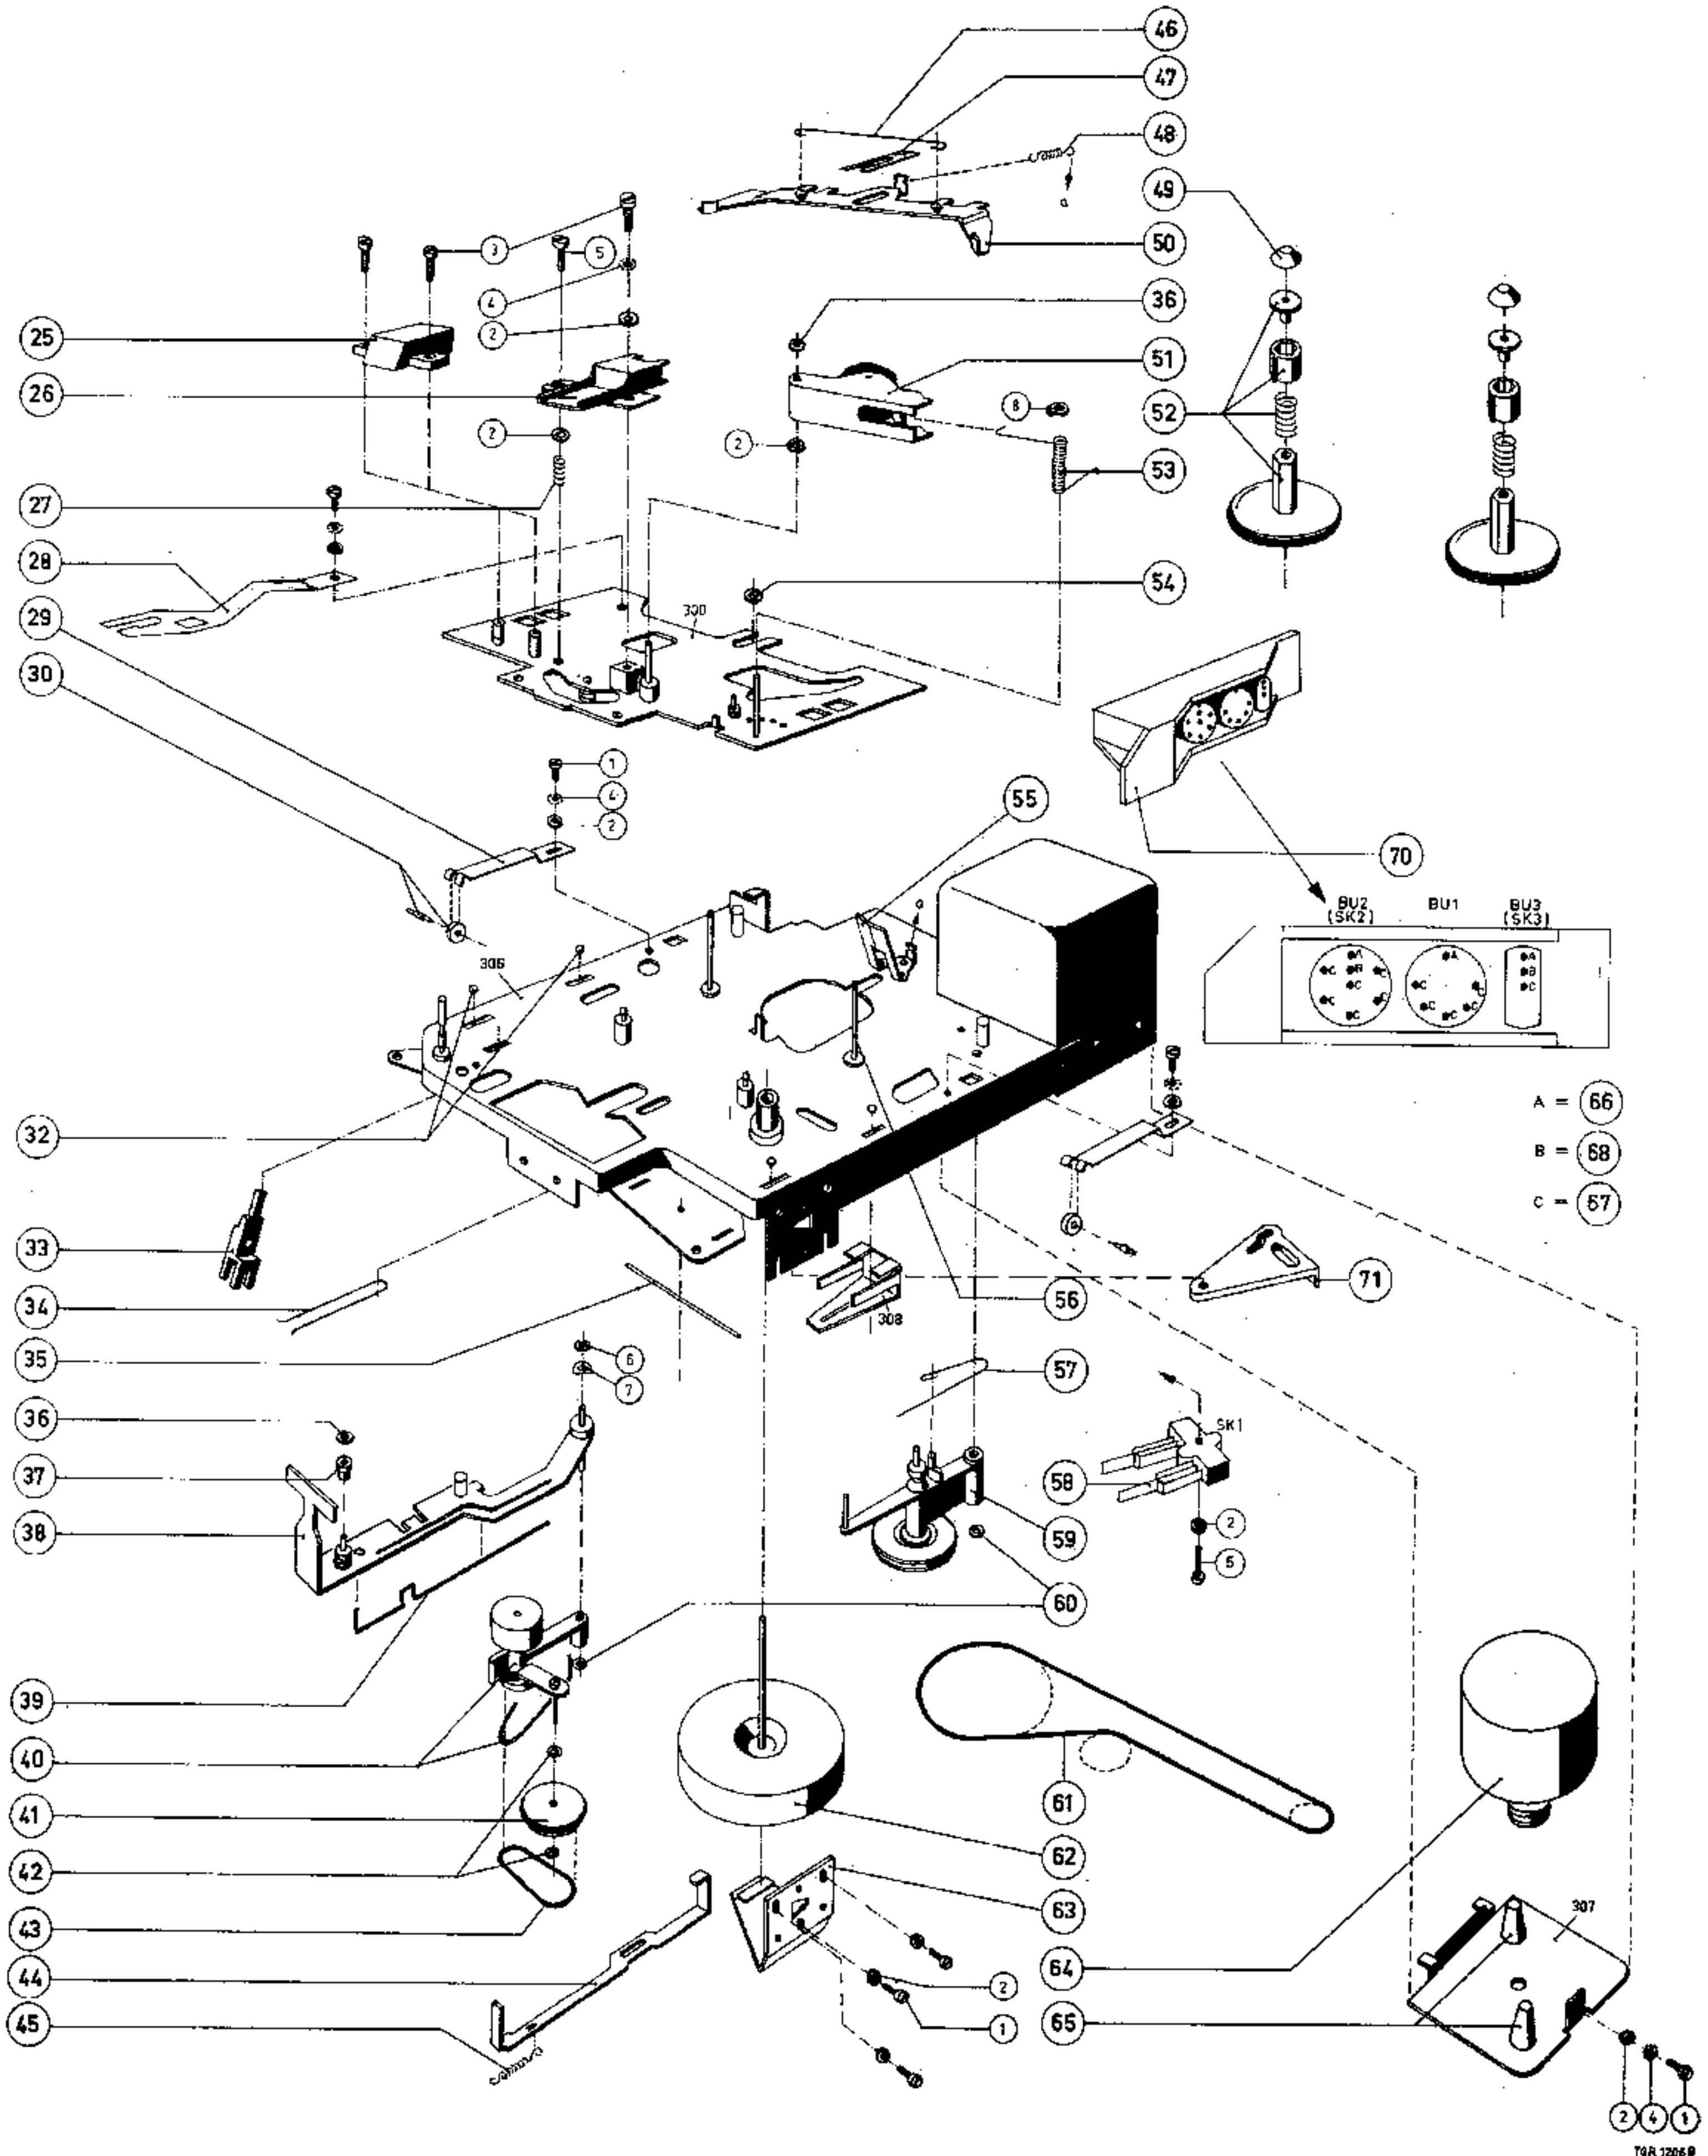
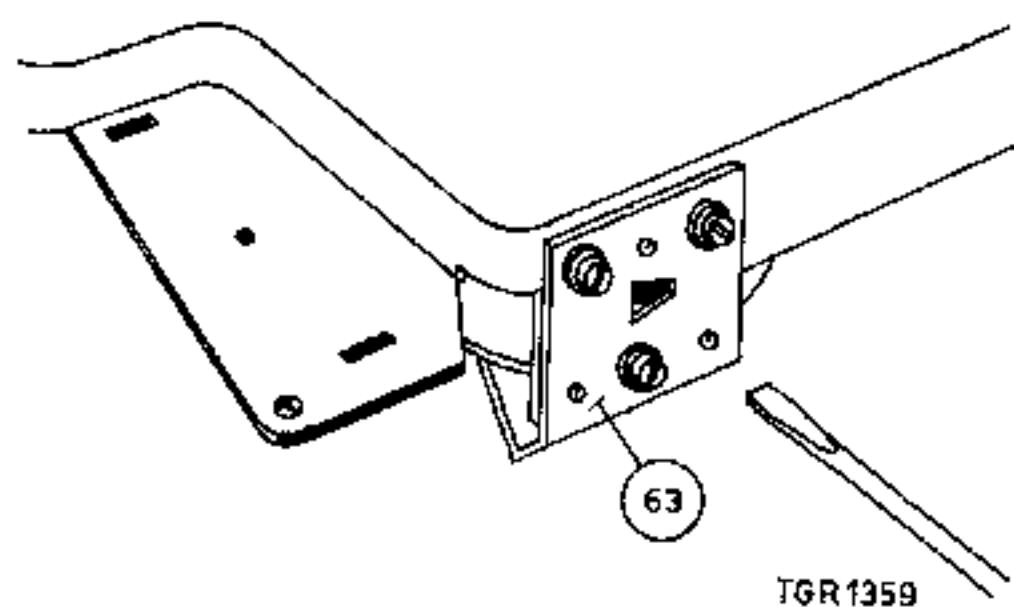

Fig. 3
Fig. 4
Vervangen van aandrijfsnaar 65, zie fig. 3 ~ fig. 4
- . Draai de schroef los, waarmee de bodemplaat van de motor pos. 307 aan de afschermbus is bevestigd.
N.B.: Bij bevestiging van de onderlagerbeugel 63 van het vliegwiel dient er op gelet te worden dat de snaargroef van het vliegwiel 62 en die van het speelwiel 59 op gelijke hoogte liggen. De hoogte van het vliegwiel is met een schroevendraaier in het driehoekig gat in de onderlagerbeugel in te stellen zoals aangegeven in fig. 4.
Vervangen van vliegwiel en speelwiel 59, zie fig. 3 en 4
Na bevestiging van de onderlagerbeugel 63 moet de snaargroef van het vliegwiel 62 en die van het speelwiel 59 op gelijke hoogte liggen. De hoogte van het vliegwiel is in te stellen met een schroevendraaier en het driehoekig gat in de onderlagerbeugel, zoals aangegeven in fig. 4.
## Vervangen van spoelshotels 52 zie fig. 3